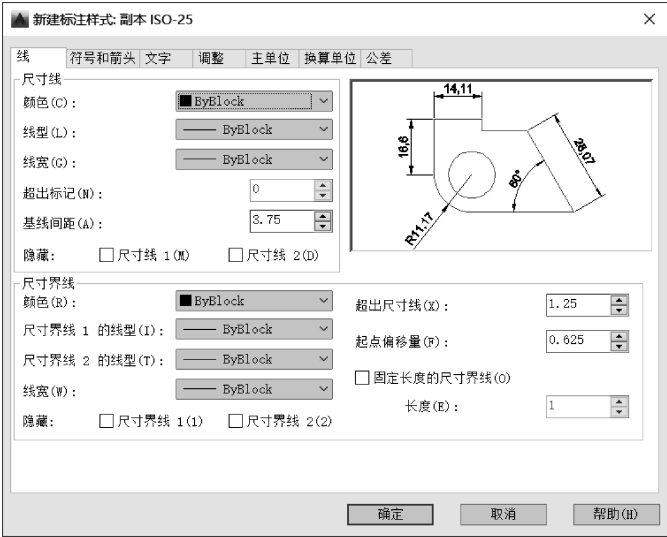

图 9-9 “新建标注样式”对话框
在对话框中，“新样式名”文本框，用于确定新尺寸标注样式的名字；“基础样式”下拉列表框，用于确定以哪一个已有的标注样式为基础来定义新的标注样式；“用于”下拉列表框，用于确定新标注样式的应用范围，包括“所有标注”“线性标注”“角度标注”“半径标注”“直径标注”“坐标标注”“引线与公差”等。完成上述设置后，单击“继续”按钮，打开“新建标注样式”对话框，如图 9-9 所示，其中各选项卡的内容和设置方法将在后面各节中详细介绍。设置完成后，单击“确定”按钮，返回“标注样式管理器”对话框。
- “修改”按钮：用于修改已有的标注尺寸样式。单击“修改”按钮，可以打开“修改标注样式”对话框，此对话框与图 9-9 所示的“新建标注样式”对话框功能类似。
- “替代”按钮：用于设置当前样式的替代样式。单击“替代”按钮，可以打开“替代标注样式”对话框，此对话框与图 9-9 所示的“新建标注样式”对话框功能类似。
“线”选项卡用于设置尺寸线、尺寸界线的格式和属性，如图 9-9 所示，选项卡中各选项功能如下。